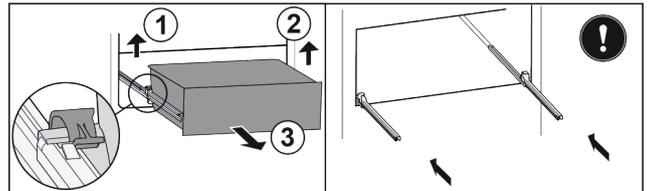

Fig. 26
- Soulever la bride de serrage gauche et tirer dans le même temps le tiroir sur la gauche vers l'avant Fig. 26 (1).
- Soulever la bride de serrage droite et tirer dans le même temps le tiroir sur la droite vers l'avant Fig. 26 (2).
- Retirer le tiroir par l'avant Fig. 26 (3).